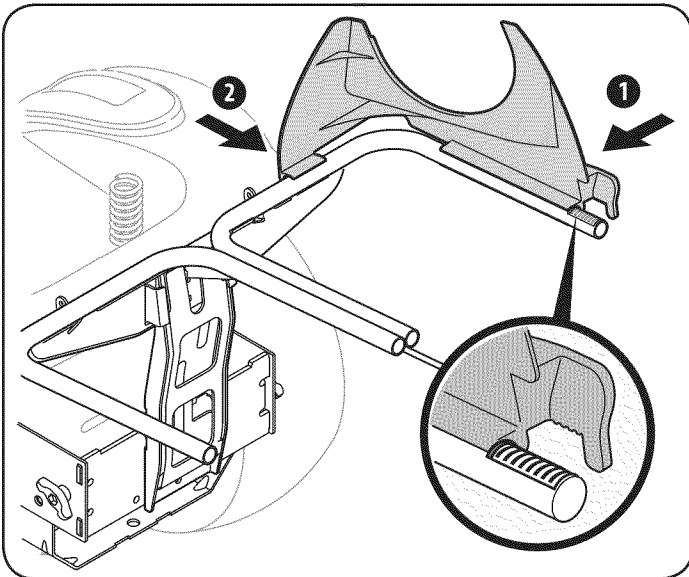

Figure 37
1. Ajustar el soporte plástico canal superior en su lugar enganchando la parte lateral en el riel de soporte de la bolsa con el borde de la característica de ajuste alineada con la línea roja (1), tal como se muestra en el recuadro de la Figure 37.
2. Coloque la parte delantera del soporte superior del conducto a la barra de soporte de la bolsa como se ve en la 2 de la Figure 37.